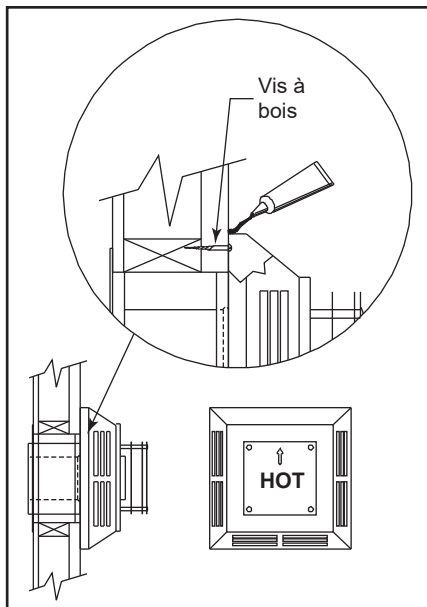

Figure 3.28
Étape 4 – Placez le chapeau de sortie horizontale au centre du trou encadré et fixez-le au mur extérieur à l'aide des quatre (4) vis à bois fournies. Avant de fixer le chapeau de la sortie de ventilation au mur extérieur, appliquez un cordon de mastic en silicone non durcissant autour des bords extérieurs pour sceller le chapeau au mur. La flèche sur la sortie de ventilation doit être orientée vers le haut. Assurez-vous que les dégagements par rapport aux matériaux combustibles sont corrects (figure 3.28).